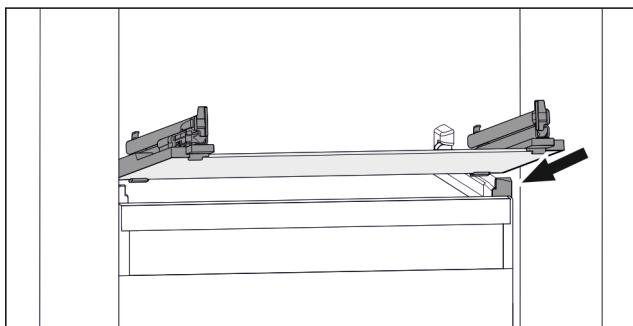

Fig. 79 Primjerni prikaz staklene ploče
- Stavite ladicu ukoso iza zaustavljača. (pogledajte Fig. 79)